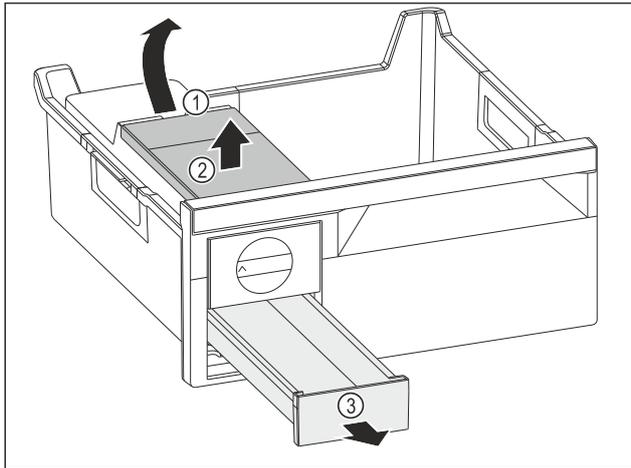

Fig. 109
- ▶ 取出水箱：从凹槽 Fig. 109 (1) 抬起水箱。
- ▶ 朝上取出水箱 Fig. 109 (2)。
- ▶ 朝前取出冰块抽屉 Fig. 109 (3)。